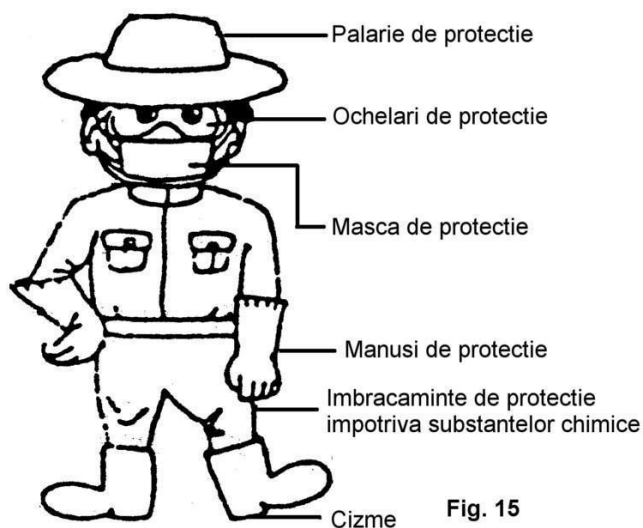

Fig. 15
2. Echipament de protectie (Fig. 15).